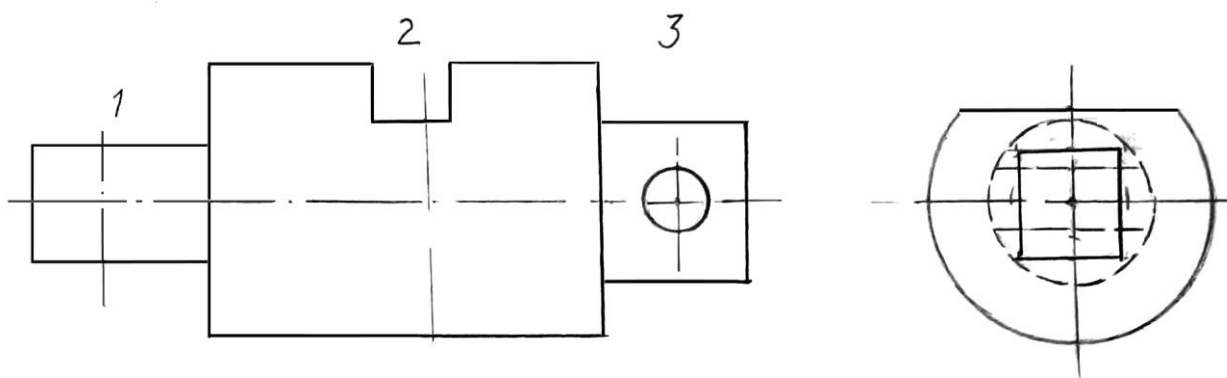

Рисунок 1 – Один из вариантов задания
1. **Дано:** Деталь – Валик. На рис.1 представлен главный вид валика и вид слева.
кости, вынесенное в свободное поле чертежа. **Сечением называется ортогональная проекция фигуры, которая получается при мысленном пересечении валика секущей плоскостью.** Какими будут фигуры сечений – необходимо внимательно посмотреть на вид слева валика (рис.1).